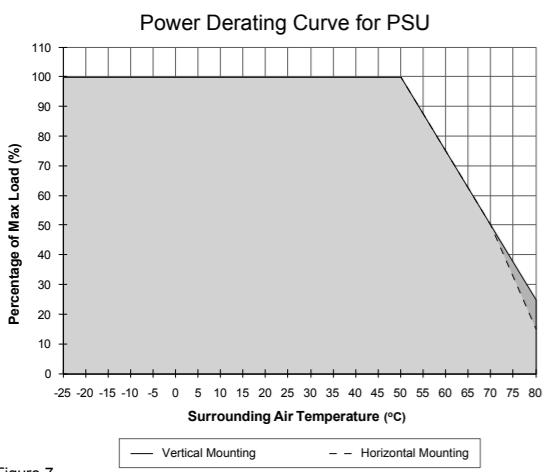

Figure 7
5.4 Temperaturverhalten (Abb. 7)
5.4 Thermal behavior (Fig. 7)